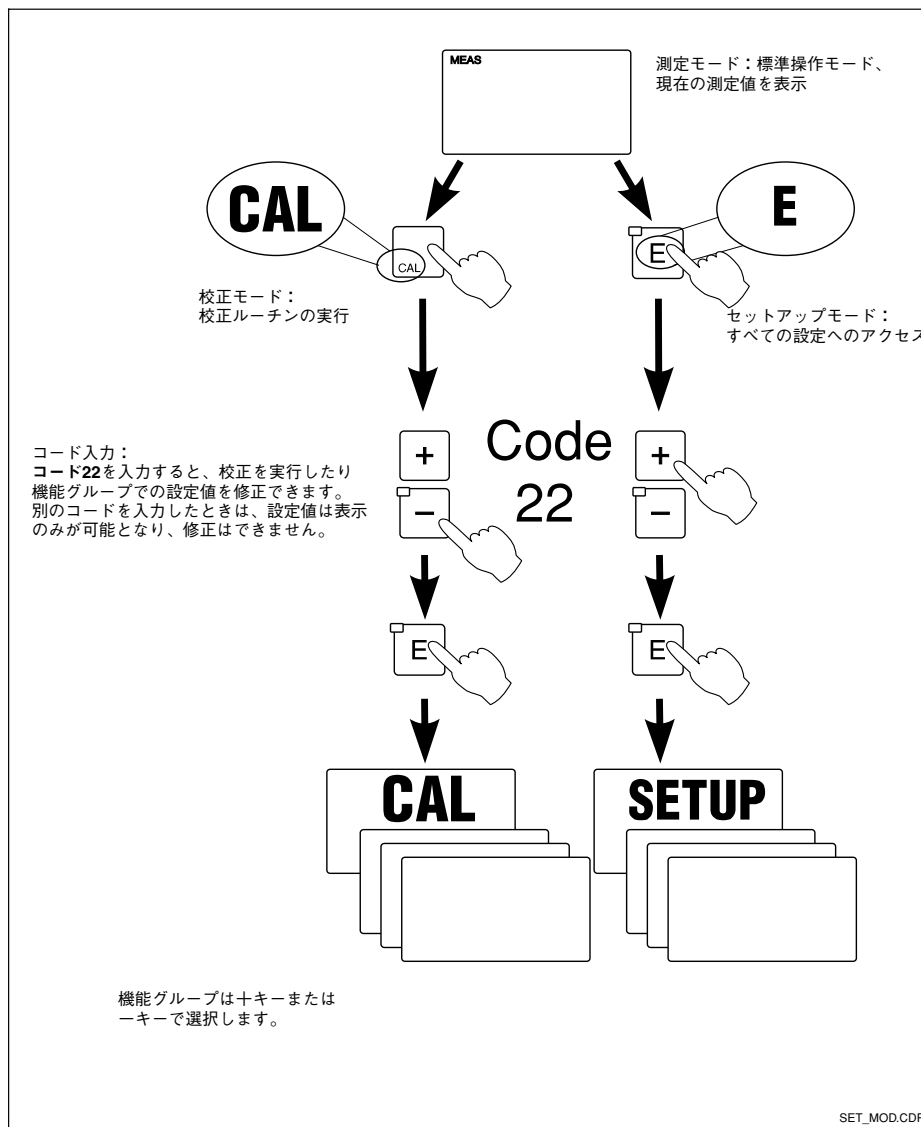

図 4.3
- ・ 任意のコード：読み取りモード。すべての設定値を表示できますが、変更はできません。（ENTER/CAL キーを使用、図4.3参照）
- ・ コード22：校正メニューにアクセス（CAL キーを使用、図4.3参照）。
- ・ コード22：設定メニューにアクセス（ENTER キーを使用、図4.3参照）。